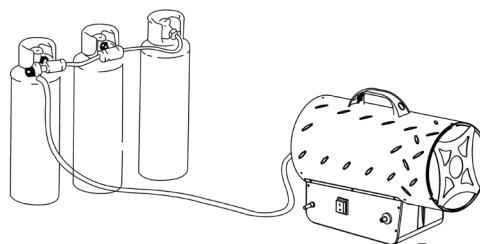

Fig. 1
- Als de kachel lange tijd op maximale capaciteit moet werken, is er mogelijk ijsvorming op de cilinder. Dit komt door een te grote damponttrekking. Niet om deze reden, of voor enige andere, moet de cilinder worden verwarmd. Om dit effect te voorkomen, of op zijn minst te verminderen, gebruikt u een grote cilinder of twee cilinders die aan elkaar zijn gekoppeld (fig. 1).
- If the heater has to work for a long period at its maximum capacity, it's possible that ice will form on the cylinder. This is due to excessive vapor withdrawal. Not for this reason, or for any other, should the cylinder be heated. To avoid this effect, or at least to reduce it, use a large cylinder or two cylinders linked together (Fig. 1).